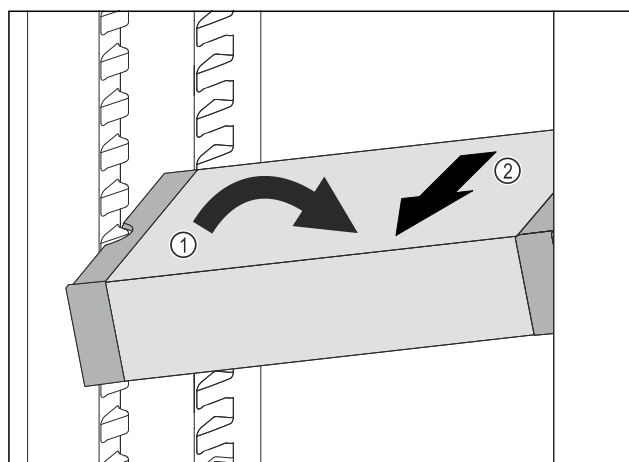

Fig. 160
- Predal VarioSafe postavite v hladilniku postrani. Fig. 160 (1)
- Predal VarioSafe izvlecite v smeri naprej. Fig. 160 (2)